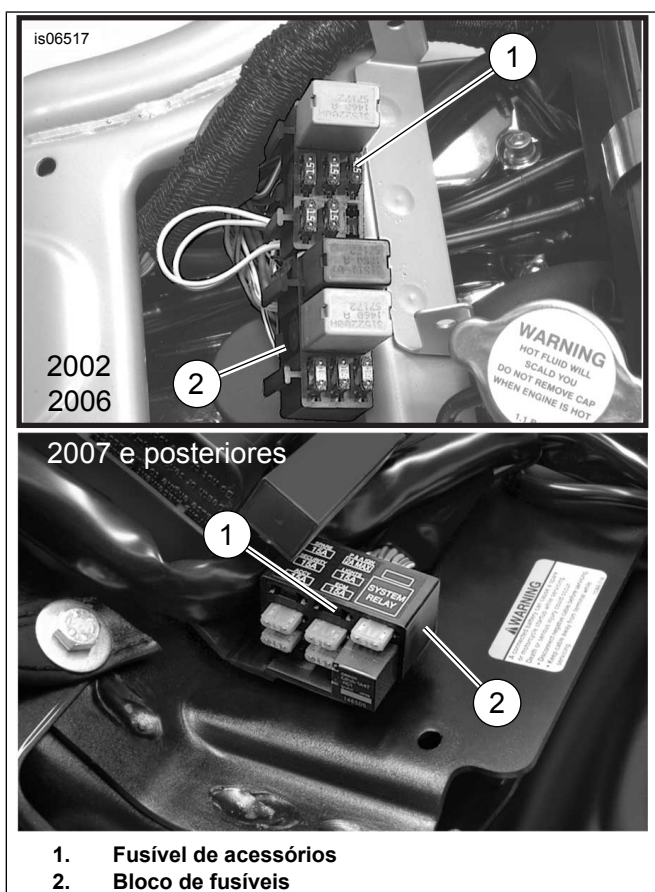

Figura 15. Localização do fusível acessório (modelos V-Rod)
1. Veja Figura 15 . Abra cuidadosamente uma área da proteção do chicote de fios principal próximo do bloco de fusíveis (2) em um ponto acessível e corte o fio laranja/branco do chicote de fios principal que vai até a cavidade do fusível (1) marcada.